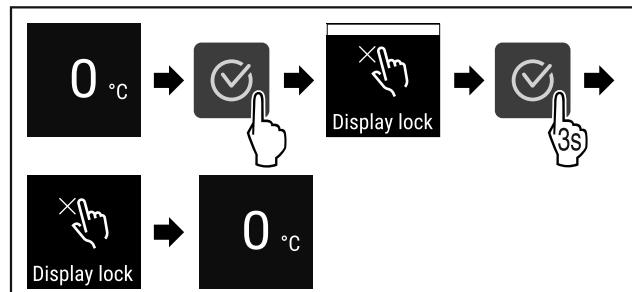

Fig. 78
- Kryeni hapat e veprimit (shihni Fig. 78).